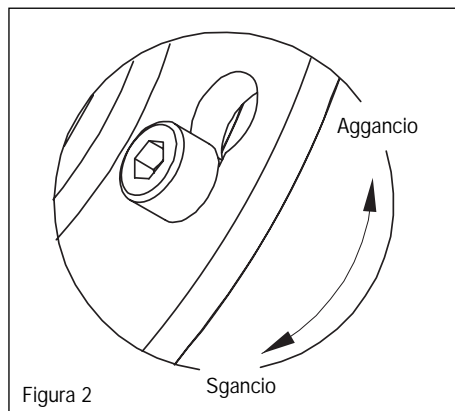

Figura 2
- L'accoppiamento tra motore e pompa si realizza tramite innesto a baionetta tra flangia motore e flangia corpo pompa; a posizionamento avvenuto (con rotazione di qualche grado) serrare mediante l'apposita vite di bloccaggio. Vedi figura 2.